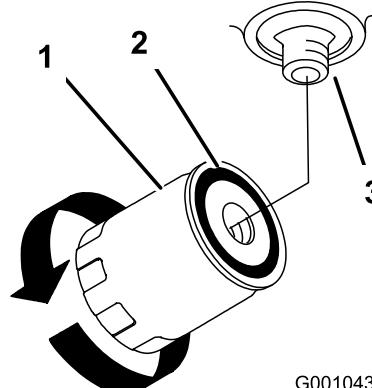

Figure 61
4. Localisez le filtre sous la base du moteur et placez un bac de vidange sous le filtre (Figure 61).
5. Déposez le filtre usagé et essuyez la surface du joint de l'adaptateur (Figure 61).
9. Quand le filtre hydraulique est plein, tournez le filtre à huile dans le sens horaire jusqu'à ce que le joint touche l'adaptateur, puis donnez un 1/2 tour supplémentaire (Figure 61).